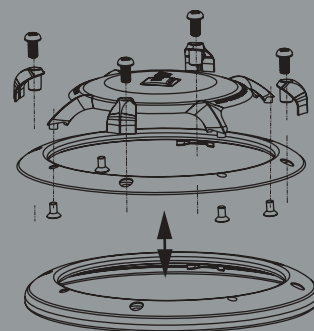

Рис. 19.
- Для аудиосистем GTi имеется возможность выбора декоративной решетки. См. рис. 19, чтобы выбрать углеродное волокно в качестве декоративной решетки.